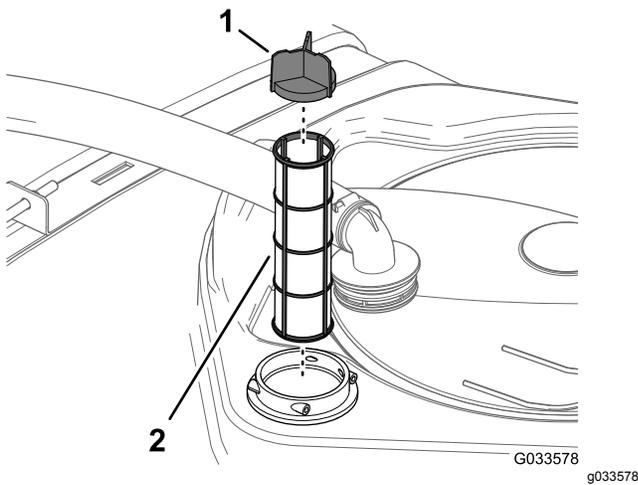

図 54
4. フィルタハウジングタンク内部から古いフィルタを取り出す 図 54。